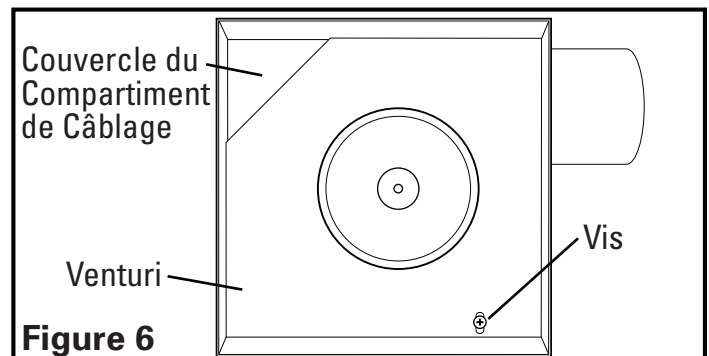
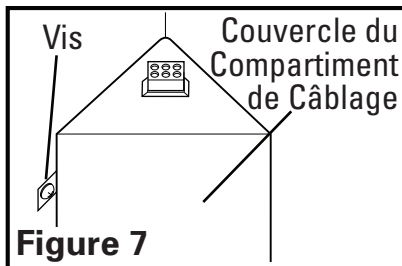

Figure 6
Figure 7
- Compartiment de Câblage Intérieur :** Enlever la vis retenant en place l'ensemble venturi du ventilateur et soulever pour sortir l'assemblage hors du châssis (Figure 6). Enlever la vis du couvercle du compartiment à câblage et mettre ce couvercle dans un endroit fiable (Figure 7).